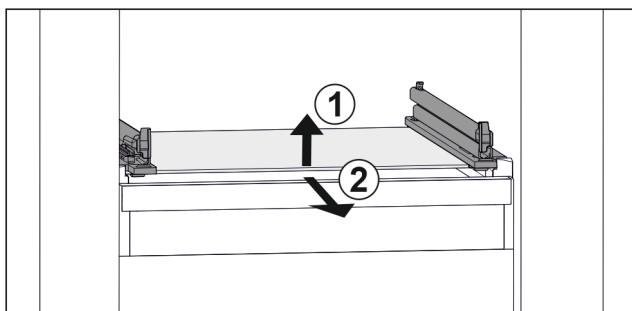

Fig. 112 Primjerni prikaz staklene ploče
- ▶ Staklenu ploču podignite srijeda. Fig. 112 (1)
- ▶ Izvadite staklenu ploču prema naprijed. Fig. 112 (2)